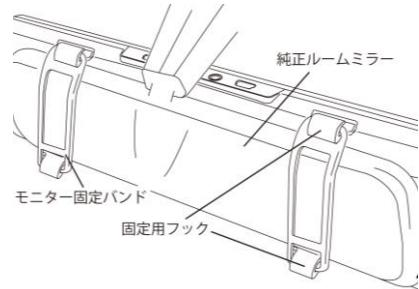

図 7
- 3) 純正ルームミラーを挟み込むように、2) で取り付けしたモニター固定バンド×2本をルームミラーの背面を通して固定用フックの下側に掛けてください(図 7 参照)。